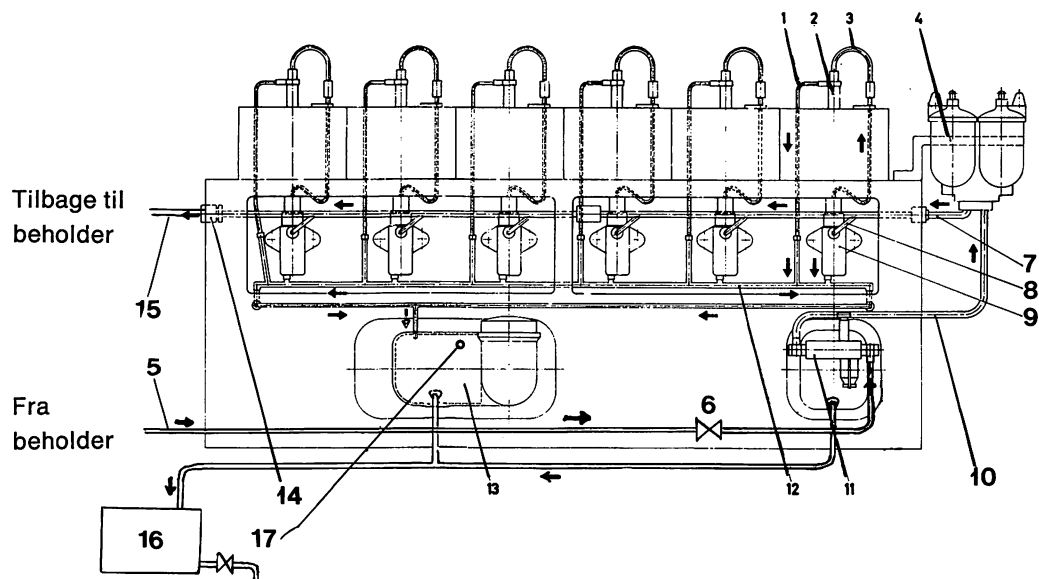

Fig. 4.1 Brændolieledninger ved motor
4.2. Brændolieledninger ved motoren – se fig. 4.1